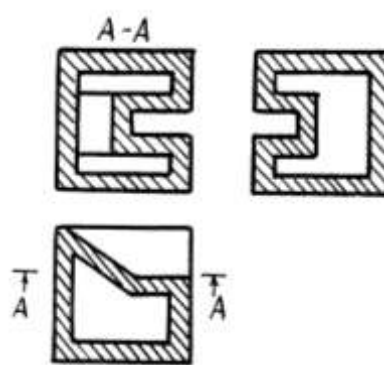

Рис. 1.3 Неразъемная оболочка по контуру детали
9. неразъемную оболочку по контуру детали, представив изображение в трех проекциях с необходимыми разрезами рис.1.3. Неразъемная оболочка характерна для технологии литья по выплавляемым моделям.